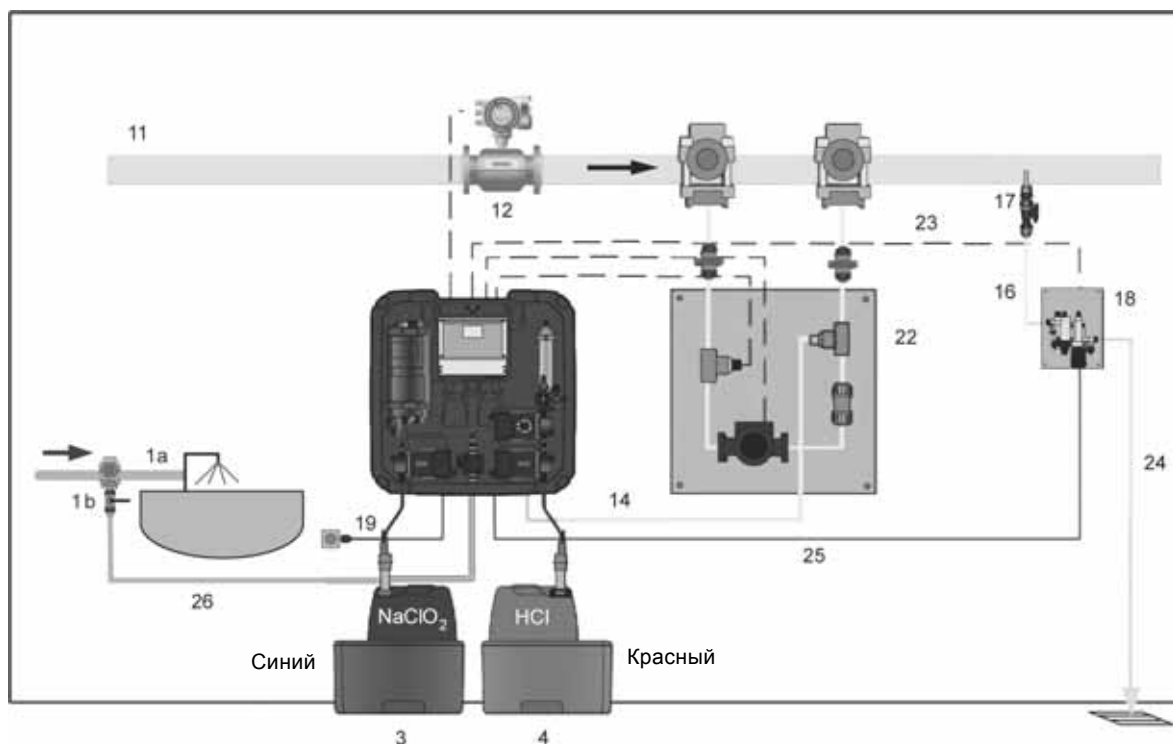

Рис. 14 Схема установки Oxiperm Pro (здесь OCD-162-5) с измерительной ячейкой и модулем смешивания
• Закрепить установку на стене или на полу. См. схему установки (рис. 14).